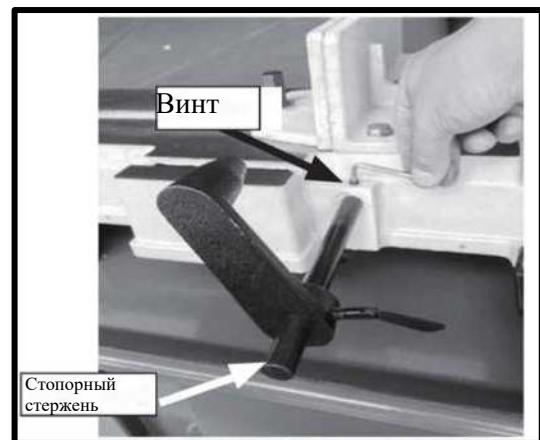

Рисунок 3. Установленный фиксатор заготовки.
1. Вставьте стержень фиксатора заготовки в отверстие в основании и закрепите его винтом (см. Рисунок 3).